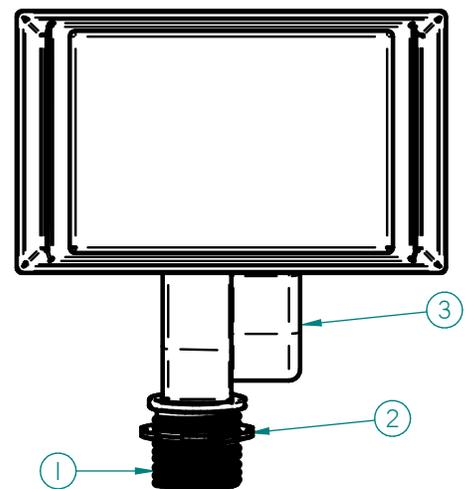

FIGURE 1
#### Monture d'articulation (Fig. 1):
- Vissez le luminaire sur la boîte électrique en utilisant le filetage 1/2-NPS sur le porte-fusée (1).
- Serrez légèrement le luminaire à l'aide de la clé à écrou de blocage ou de la pince de verrouillage de canal (2).
- Dirigez le projecteur dans la direction souhaitée, puis serrez à fond le contre-écrou et vis à tête fendue (pos. 3, fig. 1).